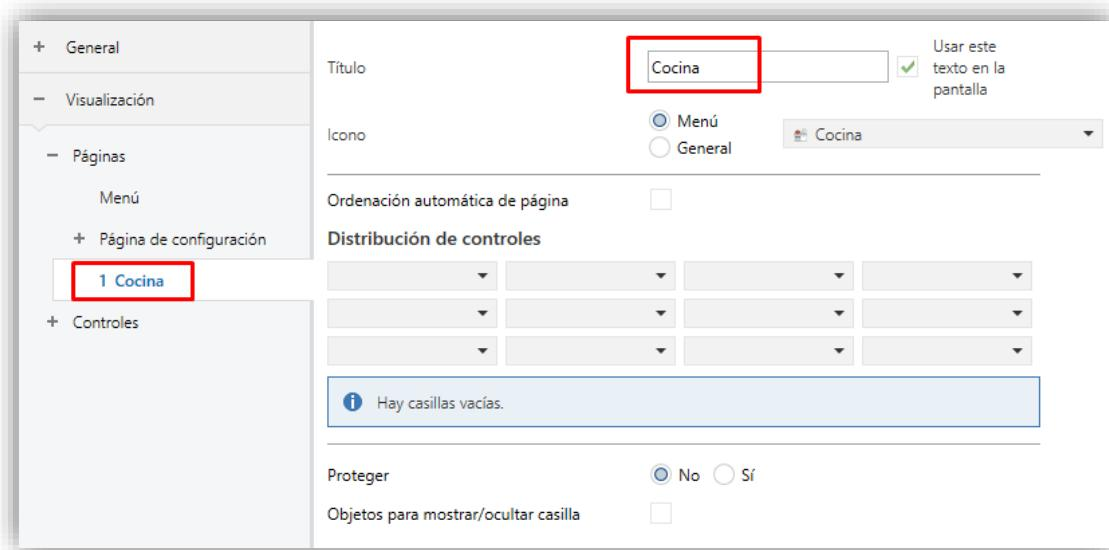

Figura 67. Configuración Página n
- **Título:** campo de texto que identifica cada una de las páginas habilitadas. Además, este campo permitirá cambiar el nombre de la pestaña en el menú de la izquierda de ETS, tal y como se muestra en la Figura 67.